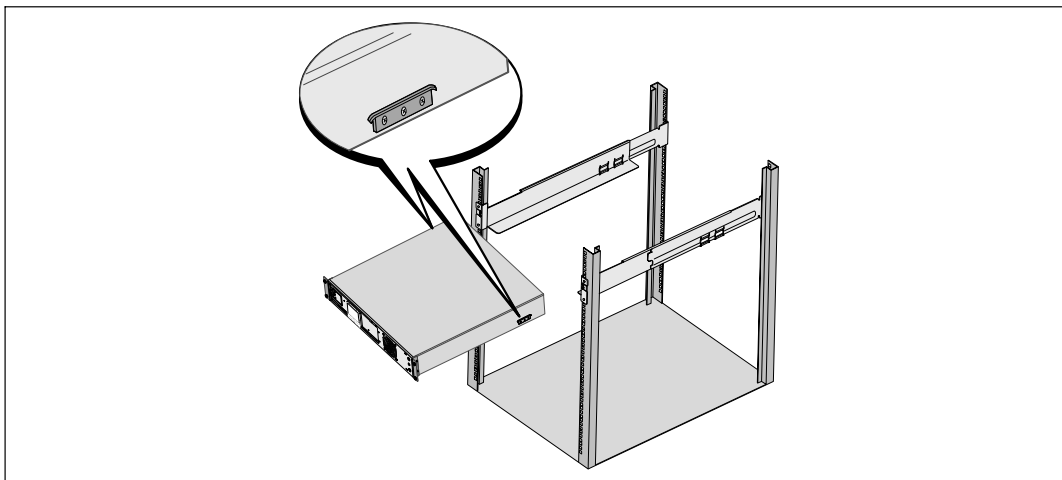

Рис. 15. Установка корпуса
- 6 Задвиньте корпус в стойку (см. Рис. 15). Повторите эту процедуру для всех дополнительных корпусов.